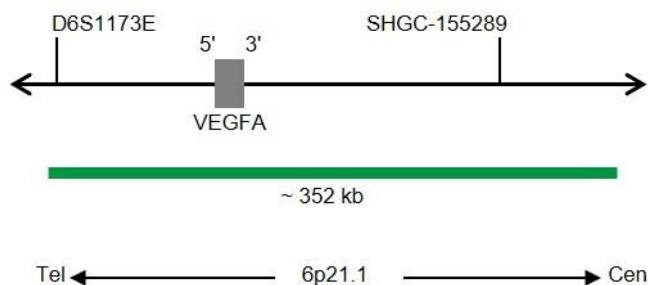

Fig. 1 : Carte de la sonde SPEC VEGFA (pas à l'échelle)
- Polynucléotides marqués au ZyGreen (excitation 503 nm/émission 528 nm) (~10,0 ng/μl), qui ciblent une séquence de 6p21.1* (chr6:43,633,271-43,985,142) hébergeant la région génétique VEGFA (voir figure 1).